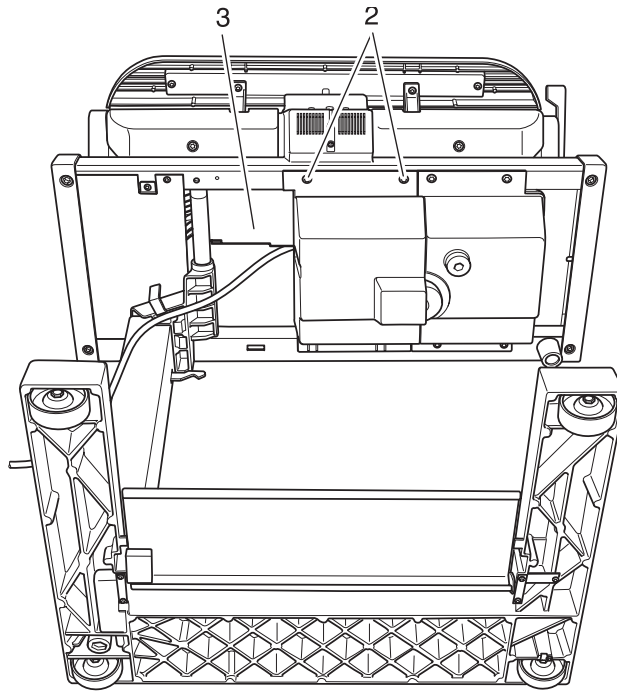

Fig. 7a
- Den Ironnette mit dem Rücken auf den Fußboden legen (Fig. 7a).